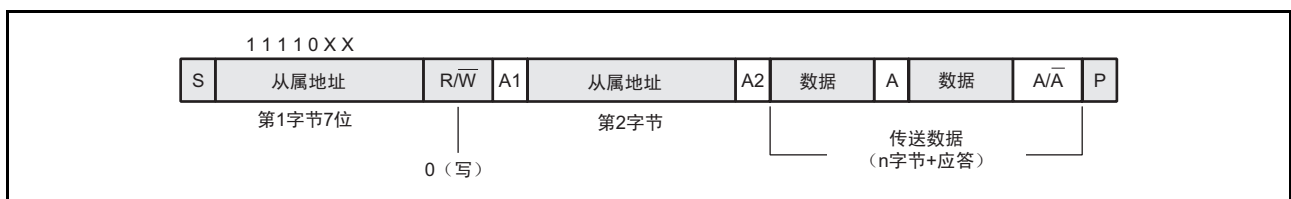

图 16.6 10 位地址的数据发送格式
数据传送格式如图 16.6 所示。在第 1 次传送条件 (S) 后，以 1 个字节输出主控地址寄存器设定的值；以第 2 个字节传送作为从属地址的发送数据寄存器 (TXD) 的设定值；第 3 个字节及其以后的数据传送与 7 位地址数据发送方法相同。